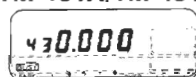

Fig. 1
2. Encienda la fuente de alimentación de CC y el interruptor de red del transceptor. La micropantalla aparecerá como se indica en la Fig. 1. Además se encenderán algunos indicadores de controles y de botones.
Si la micropantalla no aparece como se indica en la Fig. 1, inicialice el microprocesador siguiendo el procedimiento que se da en Inicialización de la Memoria del Microprocesador, página 99.